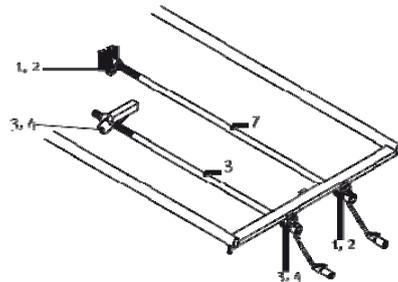

Fig. 11 Controllo periodico delle parti mobili dei letti Art. A 5112 e A 5132
5.1 Controlli periodici (Fig. 11)
6.1 Sostituzione dello spintore a manovella, movimentazione sezione testa dei letti Art. A 5112 e A5132 (Fig. 11)
Sostituzione dello spintore a manovella, movimentazione sezione gambe del letto Art. A 5132 (Fig. 11)